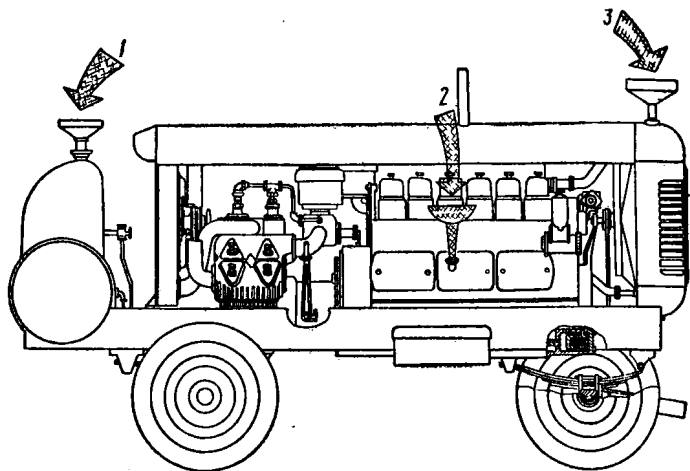

图 1—1. 检查水量、汽油量、机油量：
(1) 用机油尺测量曲轴箱內的机油量，其值应保持在规定的刻度范围内，同时应检查油的粘度。将水充滿水箱，并在汽油箱內加足汽油（如图 1—1）；